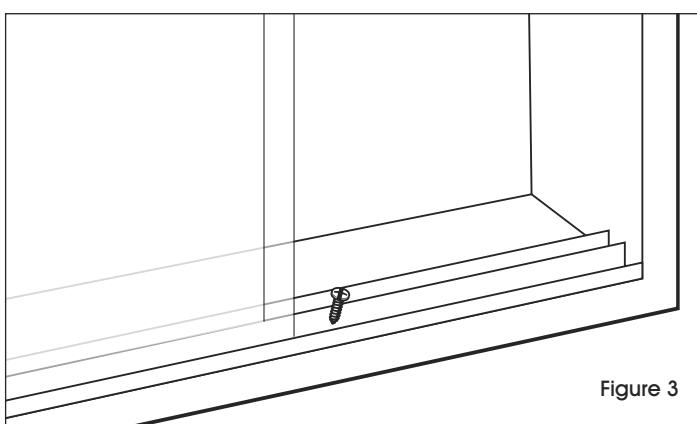

Figure 3
5. Fixez le rail en aluminium au bas de la vitrine d'affichage à l'aide de la perceuse et des trois vis cruciformes restantes. Il peut être nécessaire de prépercer les trous dans le cadre. (Voir Figure 3)